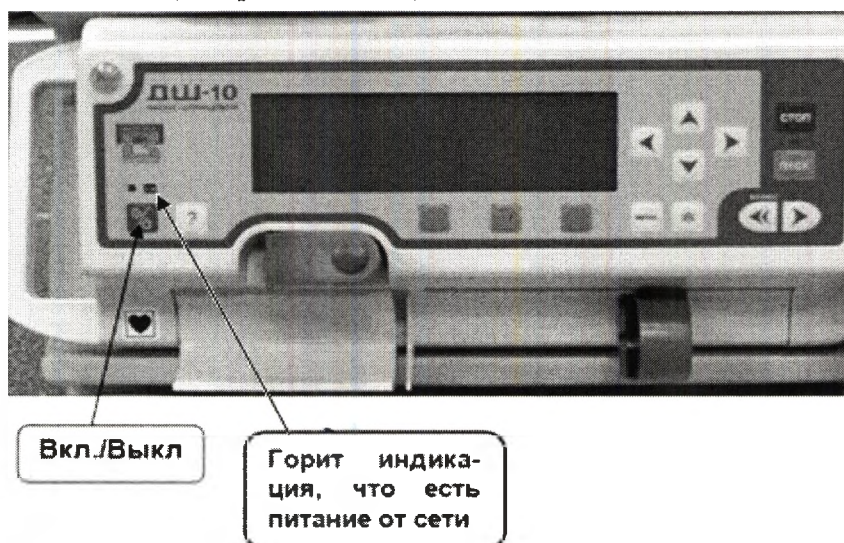

Рисунок 4 – Включение шприцевого насоса
2.3.1.4.2.1 Включить шприцевые насосы путем нажатия на кнопку  (рис. 4) – Прозвучит звуковой сигнал, одновременно мигнут все индикаторы, насос пройдет внутреннее самотестирование. Загорятся индикаторы: тип питания (батарея /сеть )